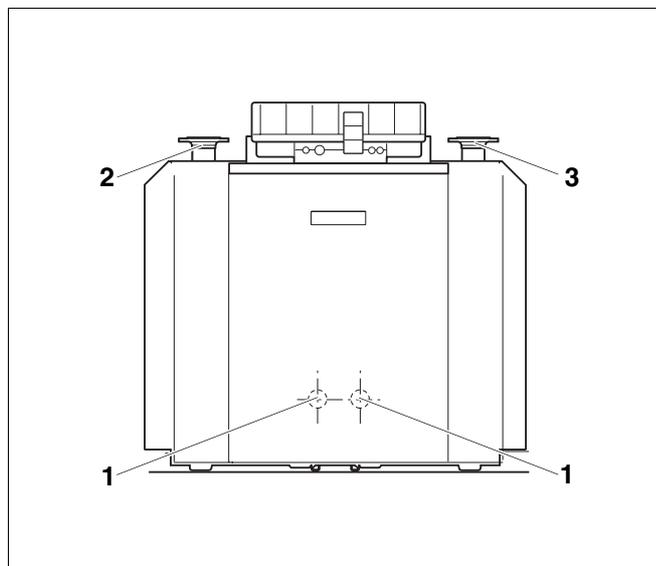

Fig. 2 Collegamenti lato idraulico
- Collegare il ritorno del sistema di riscaldamento al ritorno della caldaia = RK (fig. 2, **pos. 3**) senza tensioni.
- Collegare la mandata del sistema di riscaldamento alla mandata della caldaia = VK (fig. 2, **pos. 2**) senza tensioni.